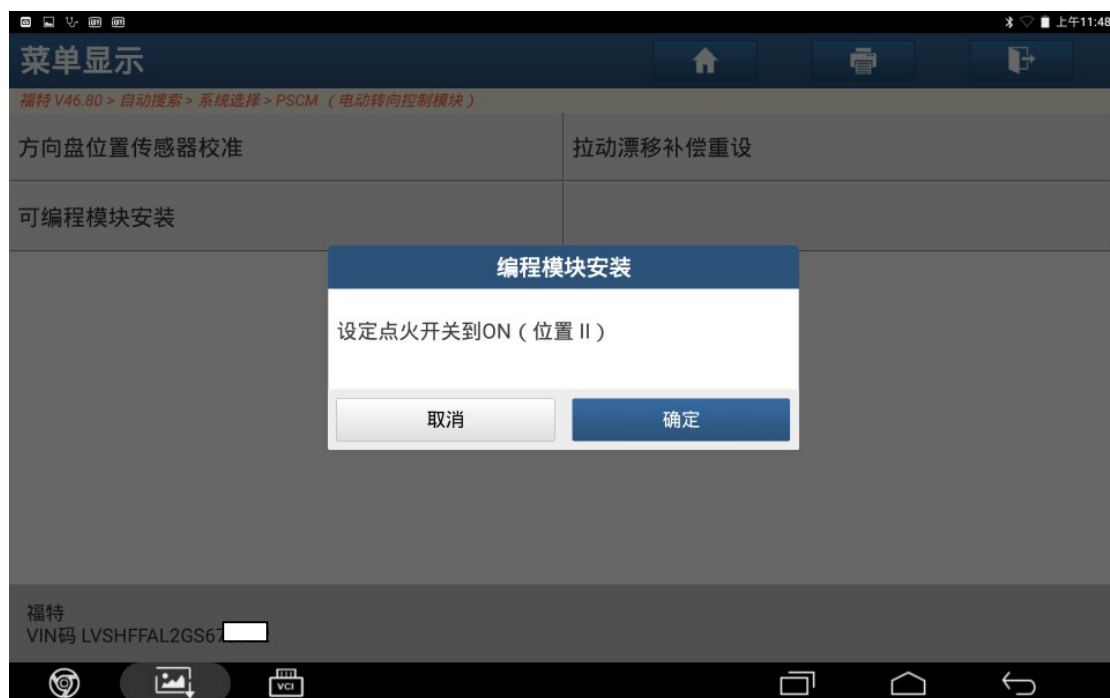

图 11
11). 设定点火开关到 ON (位置 II), 点击“确定”, 如图 11;